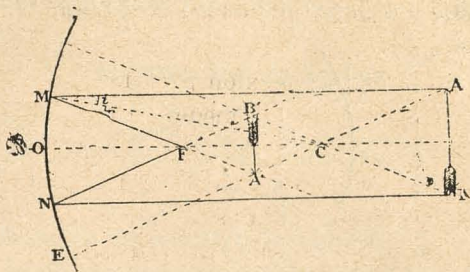

Fig. 121.—Imagen real formada por un espejo cóncavo.
**6. Formación de las imágenes en los espejos.**—Para encontrar la imagen de un punto  $A$  en un espejo (fig. 121), basta trazar dos rayos, el uno paralelo al eje del espejo, y el otro pasando por su centro. Después de la reflexión, el primero pasa por el foco  $F$  y toma la dirección  $MF$ ; el segundo se refleja sobre sí mismo según  $EC$ . La inter-
1.º *Que los objetos colocados más allá del centro de curvatura dan una imagen real, invertida y menor que el objeto, y colocada entre el foco principal y el centro (fig. 121).*